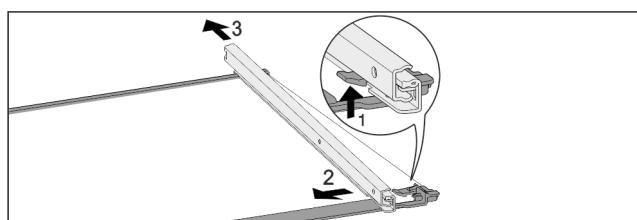

Fig. 104 Sklenená doska s kolajničkami
- ▶ Potlačte predný západkový hák nahor. Fig. 104 (1)
- ▶ Odsuňte vyťahovaciu kolajničku do strany Fig. 104 (2) a dozadu Fig. 104 (3).